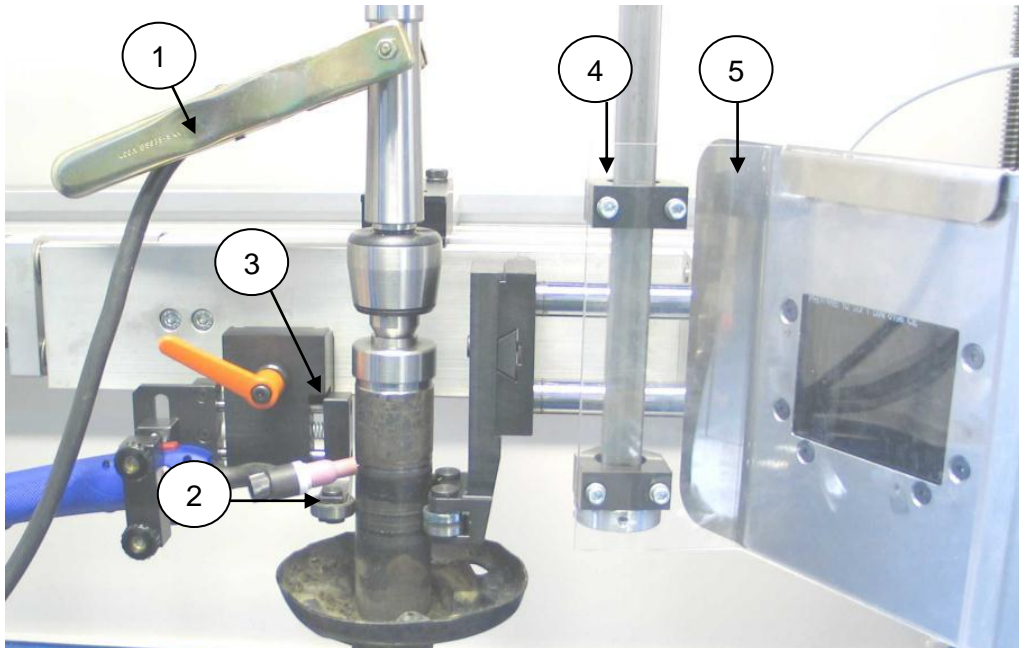

Рисунок 17
- 8.7. Зафиксируйте рабочий зажим (1 Рис. 17) на центрующей насадке. **Внимание, фиксируйте всегда рабочий зажим в противоположной точке. Никогда не используйте посторонние предметы, в противном случае вы можете повредить электрические части станда!**
8.10. Теперь закройте инструментальную станцию, нажав на кнопку CLOSE или используя механическое колесо, пока ролик (2 Рис. 17) притронуется к трубе и пружина (3 Рис. 17) не будет немного сжата. **Внимание, убедитесь, что пружина не сжата до конца, иначе это повлечет повреждение оборудования!**
8.20. Установите защитный экран (4 Рис. 17) перед паяльным резцом и передвиньте темное защитное стекло, чтобы закрыть сварочный процесс от глаз (5 Рис. 17). **Внимание, используйте только специальные защитные стекла для электросварки; даже недолгое наблюдение за сварочным процессом может нанести серьезный вред вашим глазам!**